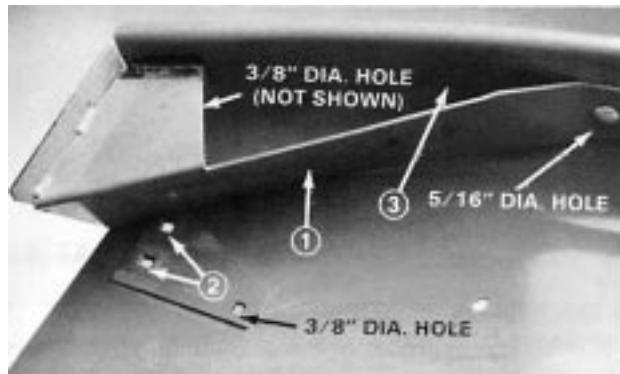

Abbildung 4
3. Das vordere Ablenkblech auf die Unterseite der Schneideeinheit legen, (2) äußere Montagebohrungen auf die vorderen Ablenkblech-Montagebohrungen ausrichten (Abb. 4).
4. Das Ablenkblech als Schablone verwenden und (2) Löcher mit 3/8" (9 mm) Durchmesser und ein Loch mit 5/16" (8 mm) Durchmesser im Mäherdeck markieren und bohren (Abb. 4).
5. Unter Verwendung der passenden Montagebohrungen und Befestigungsteile das Ablenkblech mit einer 1/4 x 5/8" (16 mm)-Schloßschraube und Mutter und einer 5/16 x 5/8" (16 mm)-Schloßschraube und Mutter an der vorderen Wand des Mäherdecks befestigen. Die (3) restlichen Montagebohrungen zu diesem Zeitpunkt offen lassen.